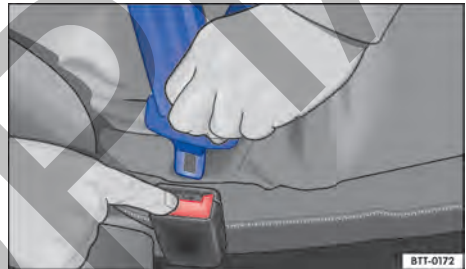

Fig. 27 Soltar la pestaña de encastre del cinturón de seguridad del cierre del cinturón.
- Presionar el botón rojo en el cierre del cinturón de seguridad → fig. 27. La pestaña de encastramiento del cinturón de seguridad se sale hacia afuera.